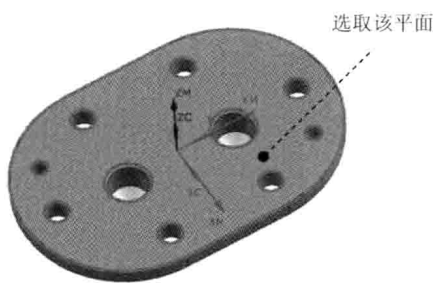

图 1.11 指定顶面
(1) 单击“钻孔”对话框 **指定孔** 右侧的  按钮，系统弹出“点到点几何体”对话框，单击 **选择** 按钮，系统弹出“点位选择”对话框。单击 **面上所有孔** 按钮，系统弹出“选择面”对话框。
(2) 单击 **最小直径 一无** 按钮，然后在 **直径** 文本框中输入 9，单击 **确定** 按钮，选取图 1.11 所示的面，分别单击“选择面”对话框和“点位选择”对话框中的 **确定** 按钮，返回“点到点几何体”对话框。
(3) 分别单击“点到点几何体”对话框中的 **优化** 按钮、**最短刀轨** 按钮、**优化** 按钮、**接受** 按钮，然后单击 **确定** 按钮，返回“钻孔”对话框。
Step2. 指定顶面。单击“钻孔”对话框 **指定顶面** 右侧的  按钮，系统弹出“顶部曲面”对话框；在“顶部曲面”对话框的 **顶面选项** 下拉列表中选择 **面** 选项，选取图 1.11 所示的面；单击“顶部曲面”对话框中的 **确定** 按钮，返回“钻孔”对话框。